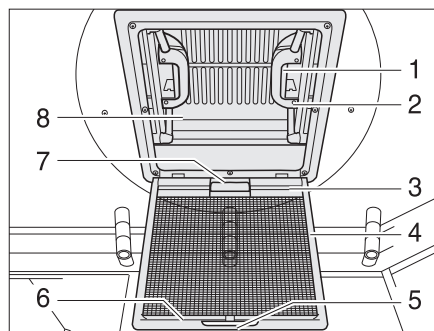

Fig. 43 Lanterneau à poussoirs
- Tirer sur la poignée (Fig. 43,5).
- Rabattre la moustiquaire (Fig. 43,4) vers le bas.
- Appuyer sur le verrou (Fig. 43,1) vers l'intérieur du lanterneau (Fig. 43,8). Pousser le lanterneau simultanément vers le haut par la poignée (Fig. 43,2).
- Faire basculer la moustiquaire (Fig. 43,4) vers le haut jusqu'à ce qu'elle s'enclenche.
- Tirer fortement le lanterneau (Fig. 43,8) vers le bas par les deux poignées (Fig. 43,2) jusqu'à ce que les deux verrous (Fig. 43,1) s'encliquettent.
- Tirer le store occultant par la poignée (Fig. 43,7) et accrocher la barre d'accrochage (Fig. 43,3) dans la barre de retenue (Fig. 43,6) de la moustiquaire.
- Détacher la barre d'accrochage (Fig. 43,3) de la barre de retenue (Fig. 43,6) et laisser revenir lentement le store occultant.